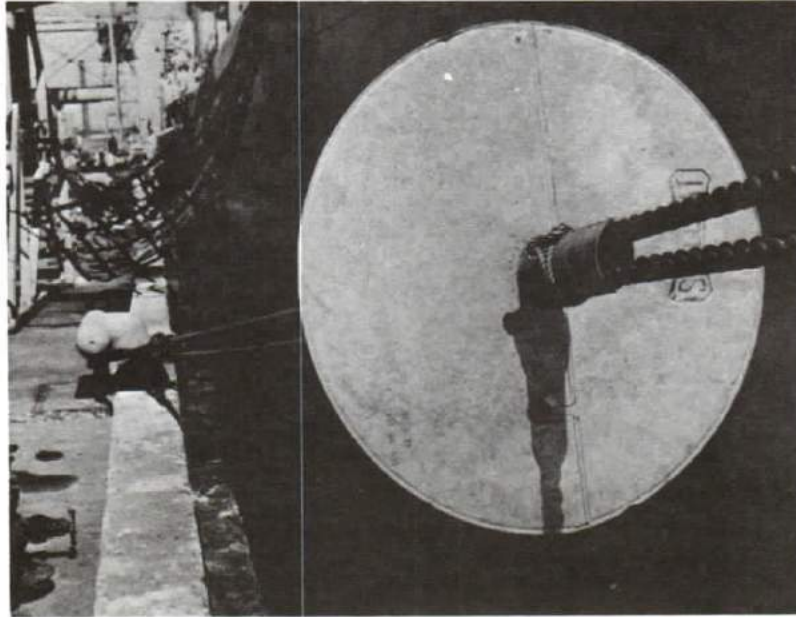

Figure 11-11
3. Once the ship is secured alongside, all lines are "doubled up", this means passing an additional hawser ashore from each berthing position. The brow is put out and rat guards fitted to all lines. See Figure 11-11.
3. Une fois le navire solidement amarré au quai, on double toutes les amarres, c'est-à-dire qu'on envoie à terre une aussière supplémentaire en chaque point d'amarrage. On installe la planche de débarquement et on fixe des garde-rats à toutes les amarres (voir la figure 11-11).